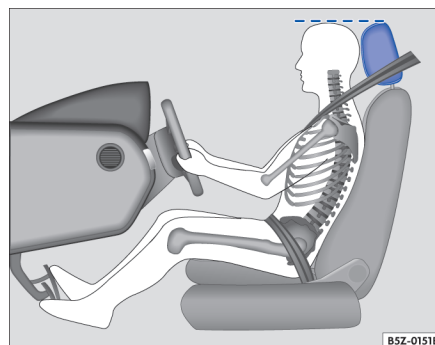

Fig. 2 Ajuste correcto del apoyacabezas del conductor
- Ajuste los apoyacabezas, de tal forma que la parte superior del apoyo quede en el mismo nivel o lo más próximo posible de la parte más alta de su cabeza ⇒ fig. 2 ⇒ página 8, “Ajuste correcto de los apoyacabezas”.